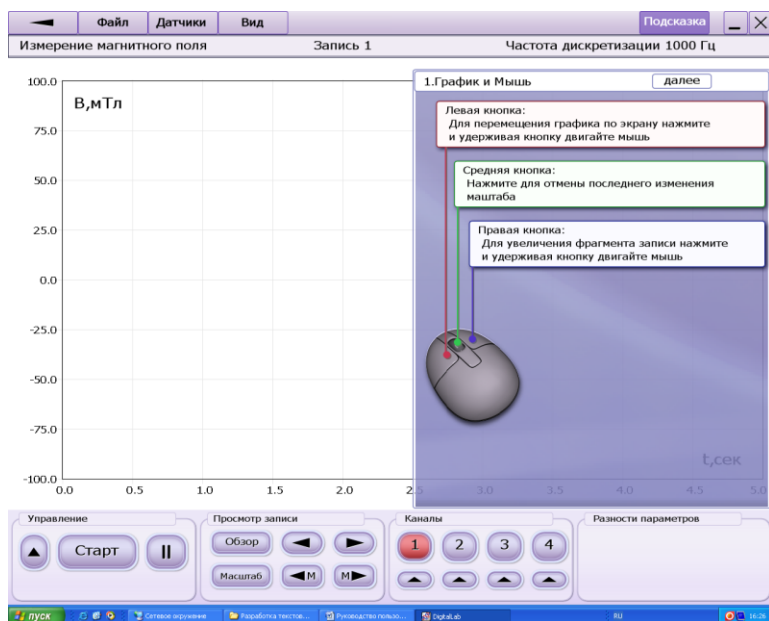

Рис. 12
6.9. При нажатии кнопки «Подсказка» предоставляется возможность просмотреть, с использованием вложенной команды «Далее» несколько страниц подсказок (см. рис. 12, 13, 14).